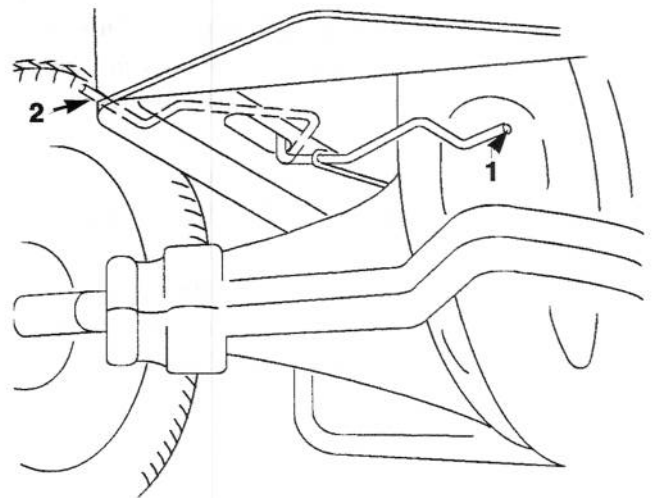

Bild 11
2. Den Antriebszug in die "PUSH"-Stellung bringen. So wird der Antrieb ausgeschaltet, was ein freies Drehen der Räder zuläßt (Bild 11).
1. Den Antriebszug in die "Operate"-Stellung bringen. So wird der Antrieb zugeschaltet (Bild 11).